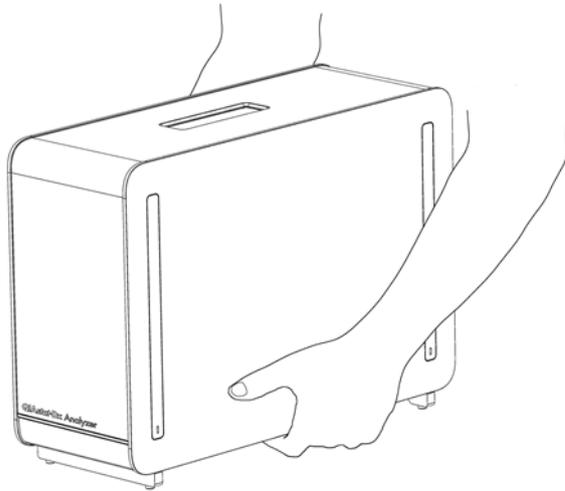

Figure 14. Manipulation correcte du module analytique.
**Remarque :** Le module analytique doit être soulevé et manipulé en le prenant à deux mains depuis la base, comme le montre la Figure 14, page suivante.